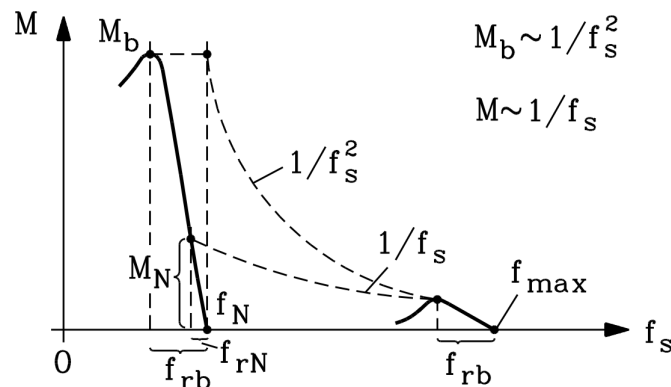

Bild 2.11-1: Momentenabnahme bei konstanter Leistung und Abnahme des Kippmomentes bei Feldschwächung
5) Konstantleistungsbetrieb (Bild 2.11-1):